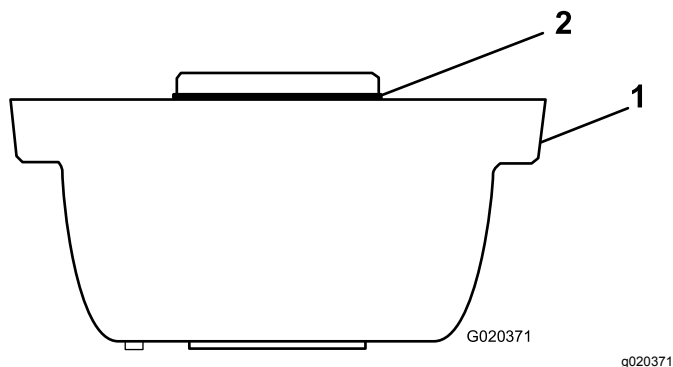
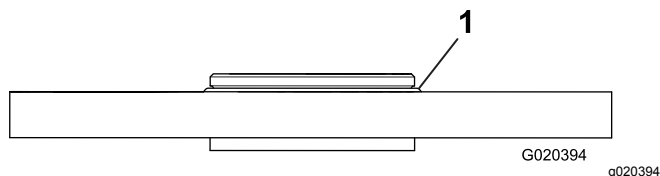

Figura 7
Figura 8
14. Certifique-se de que o anel de retenção está instalado na caixa da escova do rolo (Figura 7 e Figura 8).